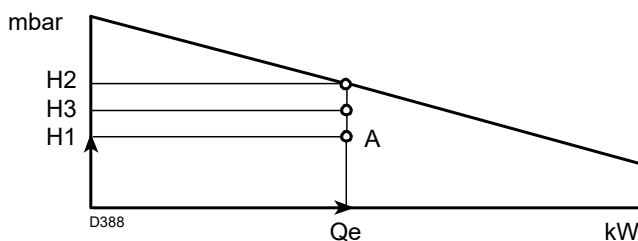

Fig. 3
- 4 Traçar uma linha vertical a partir do ponto A (Fig. 3), e encontrar a pressão máxima H2 do campo de trabalho.
Se H3 for maior que H1 (Fig. 3), o queimador pode entregar a potência necessária.